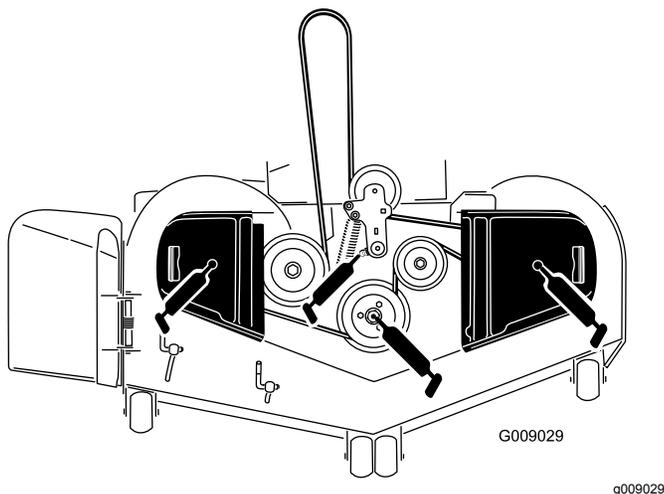

Figure 45
3. Graissez le pivot de la poulie de tension du tablier de coupe jusqu'à ce que la graisse ressorte par le bas (Figure 45).
4. Graissez les graisseurs sur le haut des 3 roulements d'axes jusqu'à ce que la graisse ressorte (Figure 45).